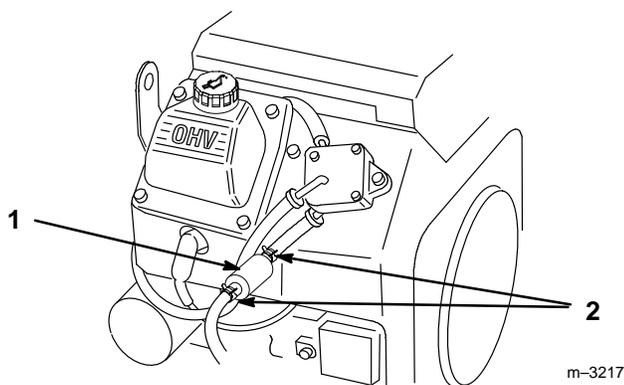

Abbildung 40
3. Die Enden der Schlauchklemmen zusammendrücken und vom Filter weg schieben (Abb. 40).